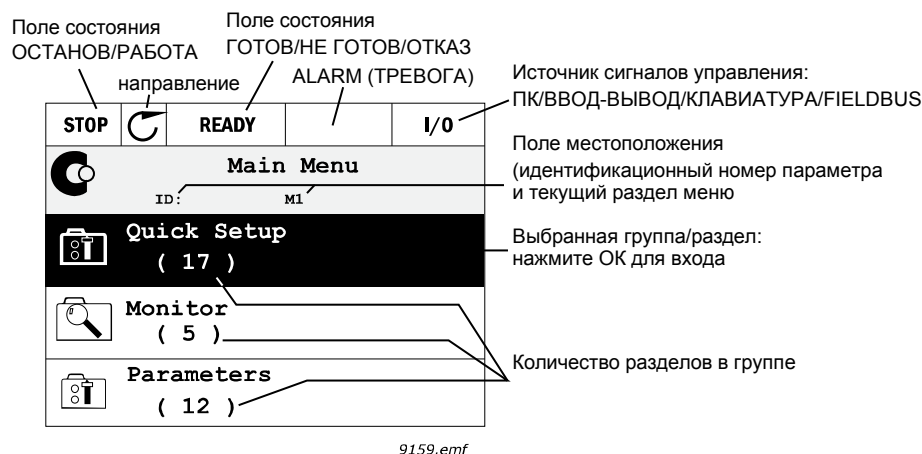

Рис. 21. Главное меню
*Поле местоположения* указывает текущее положение. *Поле состояния* информирует о текущем состоянии привода. См. Рис. 21.